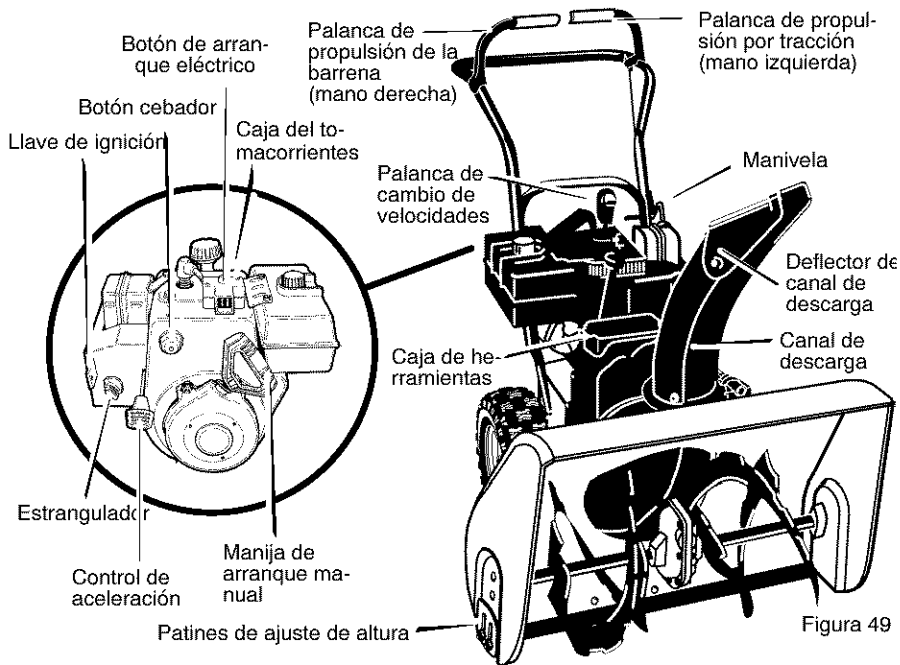

Figura 49
1. Para detener el lanzamiento de nieve, suelte la **palanca de propulsión de la barrena**. Vea la Figura 49.